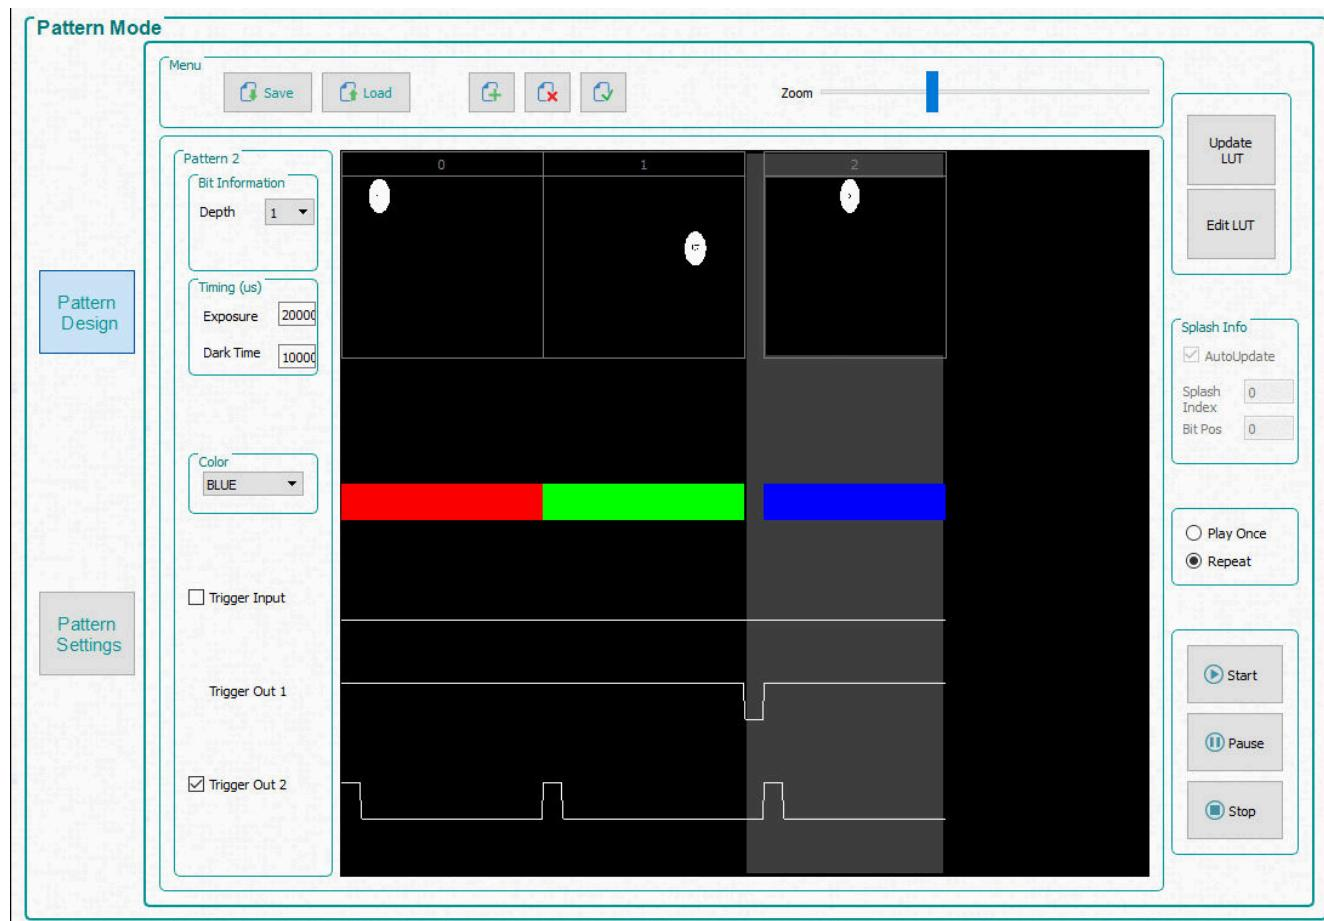

图 2-2. 简单的三个图案序列
在接下来的三个步骤中，所选图案由浅灰色选择区域表示。请参阅 图 2-2，其中显示了所选的第三个图形（图形 2）。
5. 选择第三个图形（图形 2），并选择位深度 1。将曝光时间设置为 200000μs，将黑暗时间设置为 100000μs，并将颜色选择为 Blue（蓝色）。图 2-2 显示了图案序列。